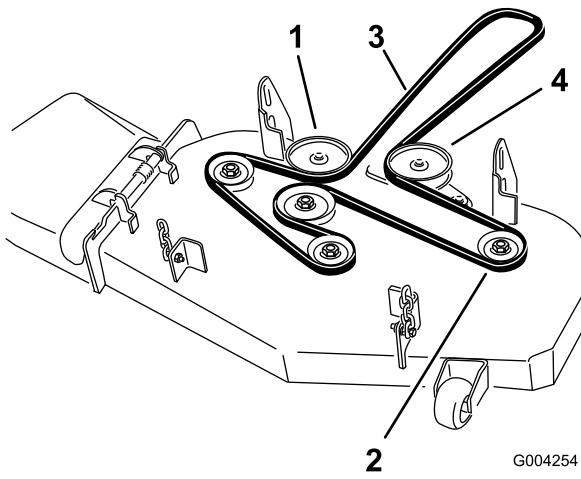

Figure 43
4. Tirez sur le bras de la poulie de renvoi pour détendre la courroie sur la poulie d'axe gauche (Figure 42 ou Figure 43).
6. Installez la nouvelle courroie sur les poulies (Figure 42 ou Figure 43).